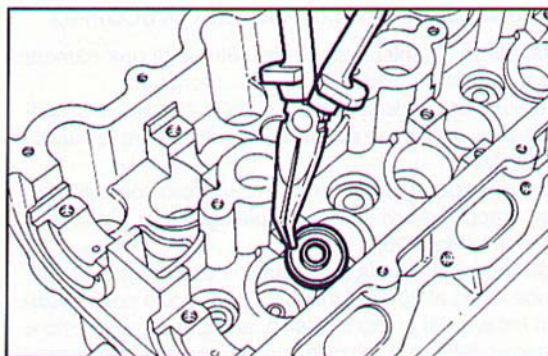

Fig. 207 ▲
- inserire il piattello inferiore (Fig. 207);
- insert the lower plate (Fig. 207);